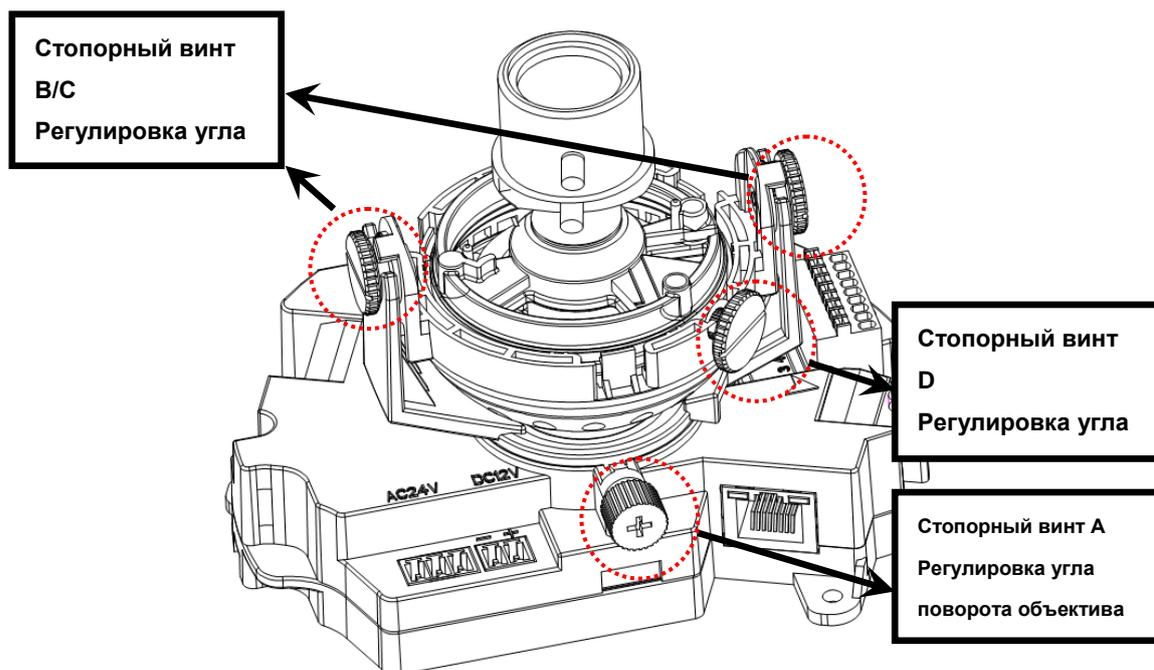

Рисунок 2-4 Установка 3
f) Для изделий серии ИК следует пропустить этот шаг и выполнить настройку угла непосредственно. Чтобы выполнить настройку угла для изделий серий без ИК, следует установить на место черную пластмассовую декорационную оболочку. Смотрите рисунок 2-4.
Обратите внимание: рисунок 2-4 дан для камер серии без использования ИК. Для изделий серии с использованием ИК положение стопорных винтов и регулировка угла объектива аналогичны.